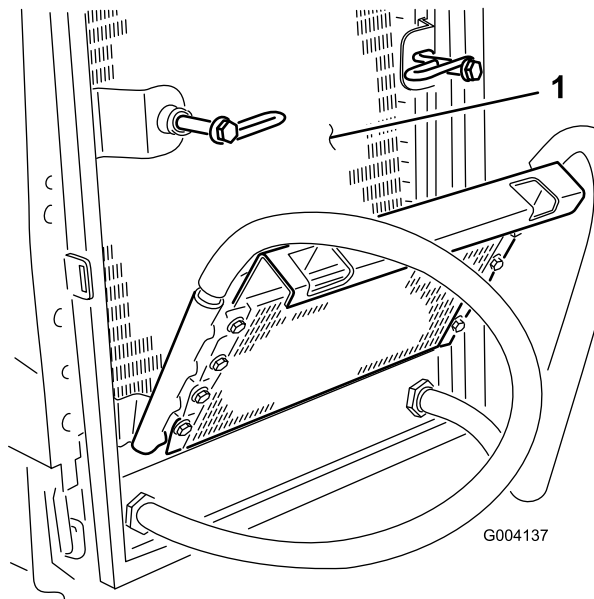

Figura 54
8. Después de limpiar el radiador y los enfriadores de aceite, limpie cualquier residuo que puede haberse acumulado en otras partes de la máquina (Figura 54) con aire comprimido.